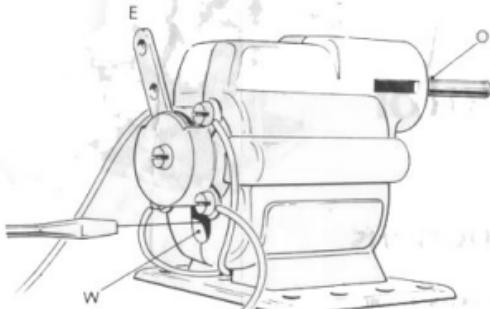

Fig 1
The motor is designed so that brushes can be replaced. Instructions for replacement of brushes are illustrated in Figs. 1 and 2 on opposite page. (W1) indicates access hole for screwdriver to brush assembly retaining screw. (Z1) indicates recess in motor base for removal or replacement of brush assembly.
Oil occasionally at point "O", (see Fig. 1).
Le moteur est conçu de façon que les charbons puissent être changés; les instructions vous sont données sur les figures 1 et 2, au verso. La figure (W) montre comment vous pouvez accéder, avec un tournevis, à la vis de fixation des porte-charbons. La figure (Z) montre un renforcement de la base du moteur pour être ouvrir ou changer les portes-charbons.
Huez de temps en temps au point "O" (Voir Fig. 1).
Bei Punkt O gelegentlich Öl einfüllen. (Siehe Abb. 1).
Van tijd tot tijd bij punt "O" licht smeren. (zie Fig. 1).
Motorn är så konstruerad att kolten lätt kan bytas ut. Hur man gör detta framgår av fig. 1 och 2 på motsatta sida. Vi vilar här för skruvmjeljet att komma till skruven som håller kolten. Z visar var man går in då man vill ta ute och byta ut hållare med kol.
Oljas emellöntat vid punkt O, se fig. 1.